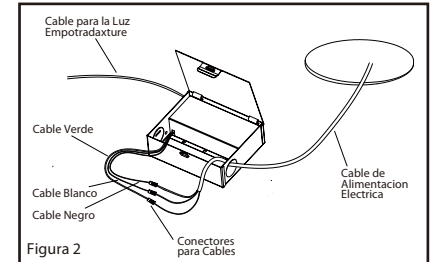

Figura 2
2. Abra la tapa de la caja de cableado y retire el agujero ciego apropiado, inserte el cable de suministro eléctrico a través del agujero ciego. Usa los conectores para cables para conectar el cable blanco de alimentación eléctrica con el cable blanco de la caja de cableado. Haga que coincida con el cable negro de la alimentación eléctrica se conecta con los cableado para cables con el cable negro de la caja de cableado. Y haga que coincide el cable de cobre de la alimentación eléctrica con el cable verde de la caja de cableado. (Figura 2)